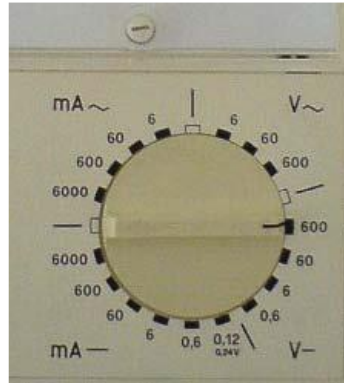

Fig. 3. Ajuste medición de voltaje multímetro.
- Seleccione el rango de medición de 600 V d.c. en el multímetro de rango múltiple, como se muestra en la Fig. 3. En este caso, se realiza en el multímetro que se muestra en el montaje de la Fig. 1.